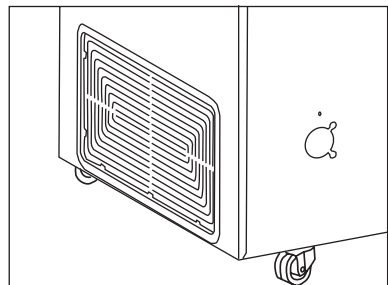

Abb. 3
**WICHTIG!** Der Belüftungsrost muss frei zugänglich sein (Abb. 3).